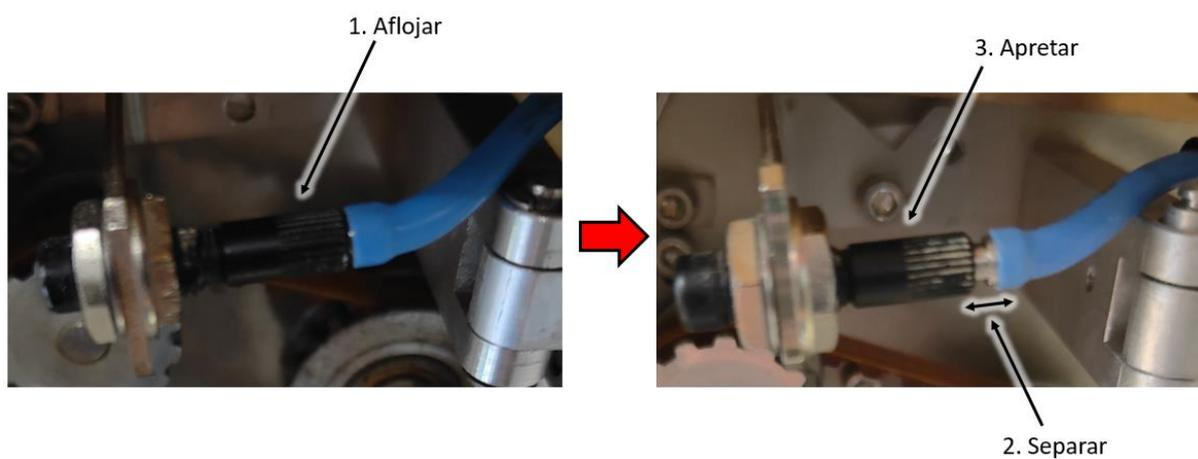

Imagen 5. Ajuste haz de luz del sensor
- b. Si el tamaño del haz de luz supera al de la taca del soporte, seguir estos pasos (ver Imagen 5):